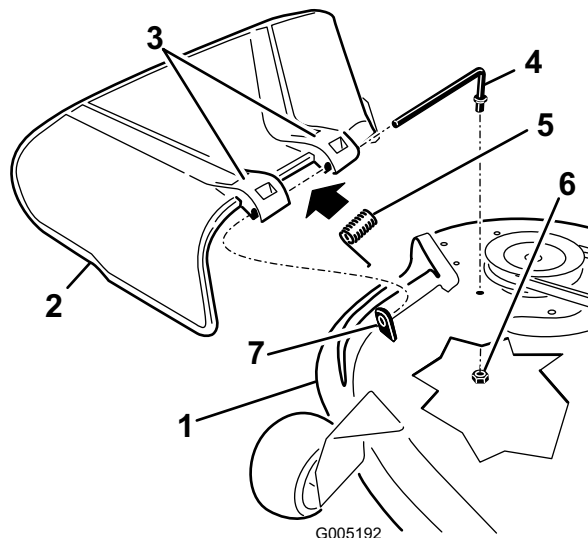

Figure 47
1. Repérez les éléments illustrés dans la Figure 47.
2. Retirez l'écrou (3/8 pouce) de la tige, sous le plateau de coupe (Figure 47).
3. Sortez la tige de la courte cheville de positionnement, de la rondelle-frein intérieure, du ressort et du déflecteur d'herbe (Figure 47). Enlevez le déflecteur s'il est endommagé ou usé.
4. Reposez le déflecteur d'herbe et la rondelle-frein intérieure (Figure 47).
6. Placez le ressort sur la tige, les fils d'extrémité dirigés vers le bas, entre les supports du déflecteur d'herbe. Insérez la tige dans le deuxième support du déflecteur d'herbe et la rondelle-frein intérieure (Figure 47).
7. Insérez la tige à l'avant du déflecteur dans la courte cheville de positionnement sur le plateau. Fixez l'extrémité arrière de la tige dans le plateau de coupe à l'aide d'un écrou (3/8 pouce) (Figure 47).